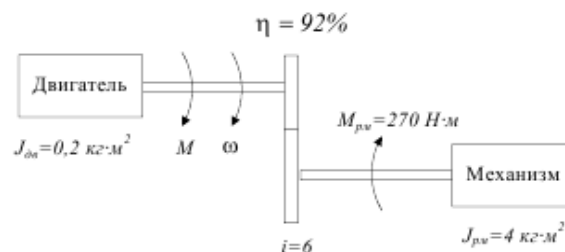

Рисунок 1
**Задача 1:** Определите приведенные к валу двигателя момент статической нагрузки  $M_c$  и момент инерции  $J$  (рис.1).